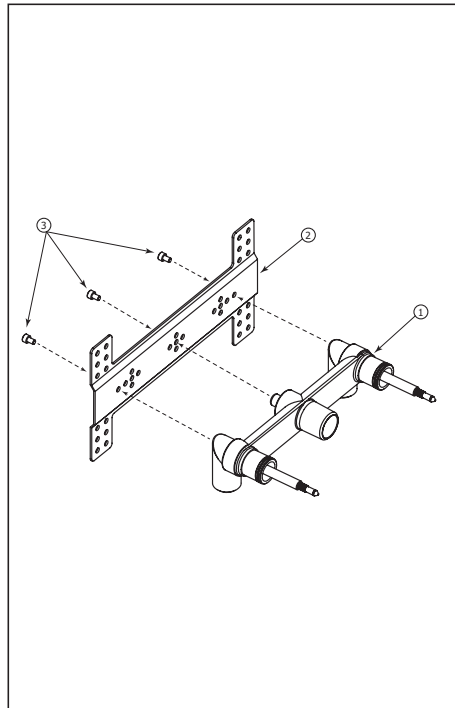

Fig.2
Tighten the valve (1) to the plate (2) with three screws (3) as shown in (fig. 2).
Serrer la valve (1) à la plaque (2) avec trois vis (3) tel qu'illustré à la (fig. 2).